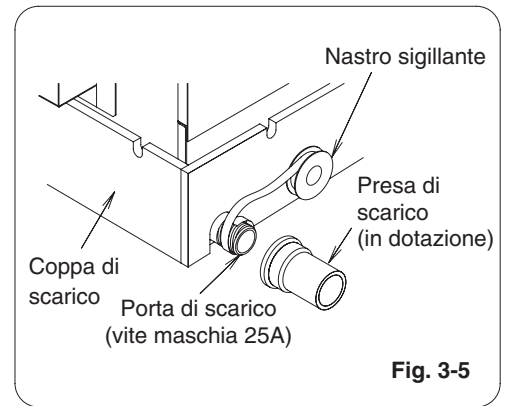

Fig. 3-5
- (1) Preparare un tubo di PVC duro standard (D.E. da 32 mm) per lo scarico ed usare la presa di scarico in dotazione per evitare perdite di acqua. Il tubo di PVC deve essere acquistato separatamente. Applicare dell'adesivo per il tubo di PVC in corrispondenza del punto di connessione.
- (2) Se si collega una presa di scarico (in dotazione) alla porta di scarico filettata, avvolgere prima le filettature della porta di scarico con nastro sigillante, quindi collegare il giunto. (Fig. 3-5)